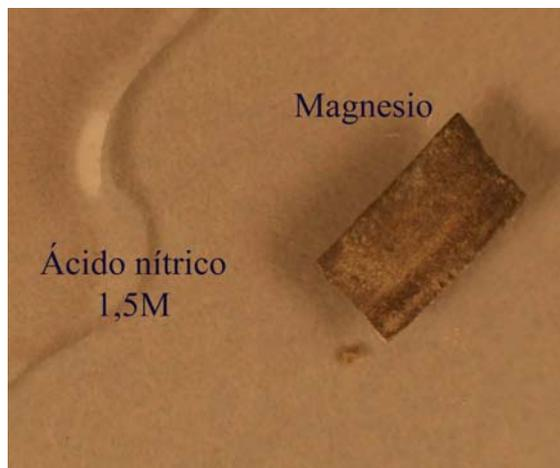

Fig.10
Se dispone la gota de ácido nítrico 1,5M, frente a un trozo de cinta de magnesio de 1 cm. de longitud (fig. 10). Las primeras burbujas se producen en 2 minutos (fig.11), y en 15, se produce la sucesión de fotos que se muestran (fig12-13), con menos producción de burbujas a partir de los 15 minutos (fig.14). Aunque se producen óxidos de nitrógeno (II) y (I), lo mas llamativo es las pequeñas burbujitas de hidrógeno que se desprenden (fig.12 y 13), como una efervescencia que tapa el propio metal.